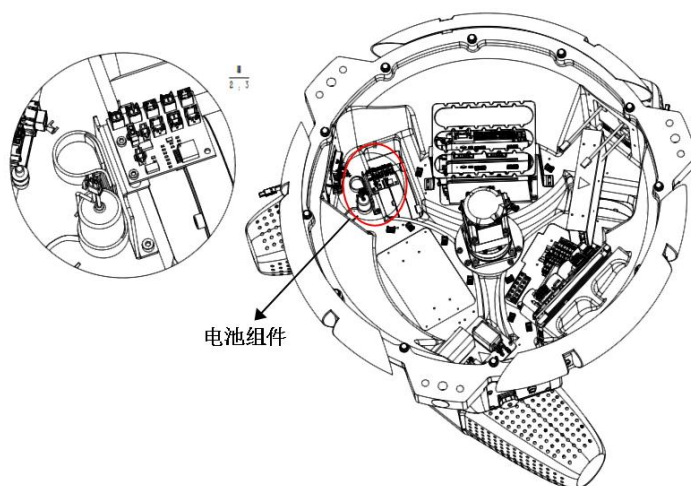

图 4-2 编码器电池位置示意图
**步骤3** 拆除顶盖盖板后，内部编码器电池位置如图 4-2 所示。